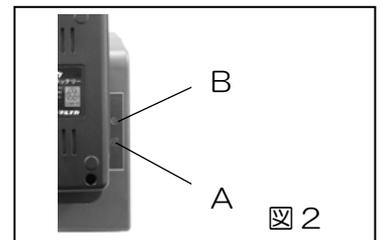

図 2
- 3、充電器の充電状態表示灯（図 2-A）が緑色に点滅し、充電を開始します。緑の点滅が点灯に変われば、充電の完了です。
- 5、充電中、もしくは充電式電池を充電器に差し込んだ時点で、充電状態表示灯（図 2-B）が赤く点滅している場合は、充電式電池または充電器の異常です。直ちに充電式電池を充電器からはずし、充電器の電源プラグをコンセントからはずして充電をやめてください。対処方法については、下記「充電器の充電状態表示灯について」をお読みください。